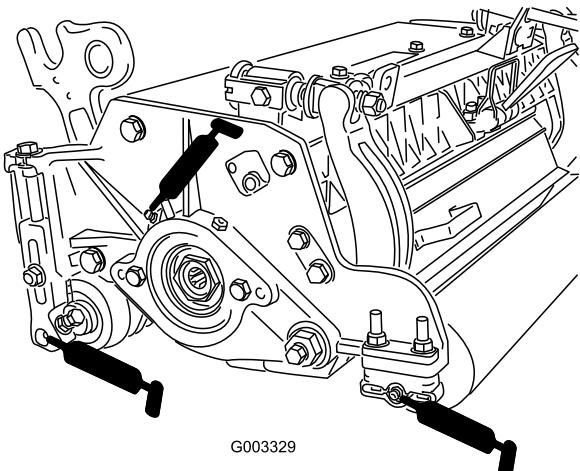

Figura 29
Cada unidade de corte possui (6) bocais de lubrificação (Figura 29) que deverão ser lubrificados regularmente com massa lubrificante nº 2 para utilizações gerais, à base de lítio.